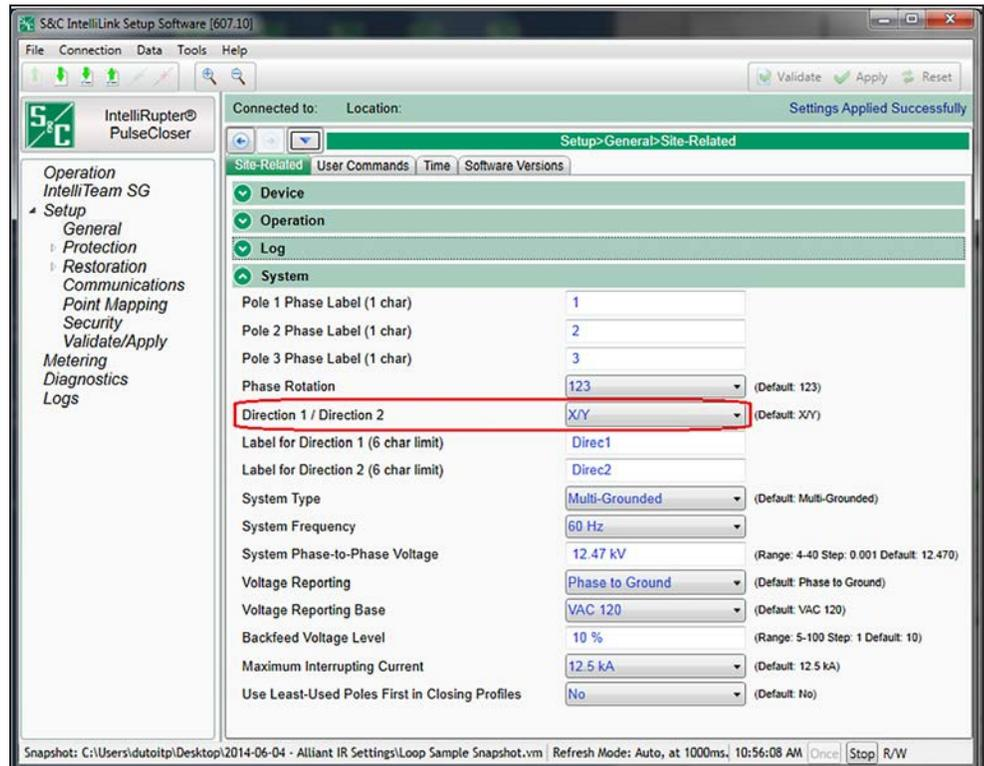

Figura 69. Valor-alvo Direção na tela *Configurações>Geral>Relacionado ao Local>Sistema*.
PASSO 4. Configure o valor-alvo **Direction 1/Direction 2** (Direção 1/Direção 2) na tela *Setup>General>Site-Related>System*. Ver Figura 69.